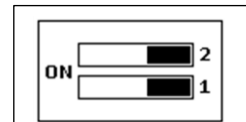

Fig. 5
- Stellen Sie DIP 1 auf off, wie in Abbildung 5 dargestellt. Die Stellung von DIP 2 ist nicht relevant;